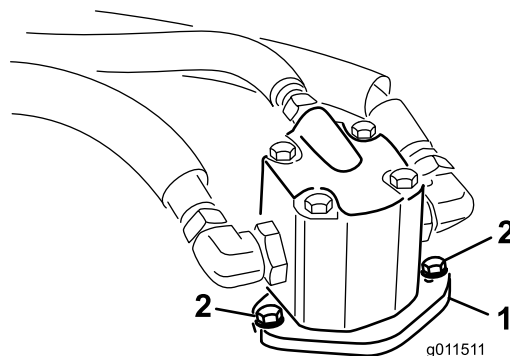

Figura 97
- Retire os parafusos que fixam o motor hidráulico à unidade de corte (Figura 97). Levante o motor da unidade de corte e coloque-o na zona superior da unidade de corte.